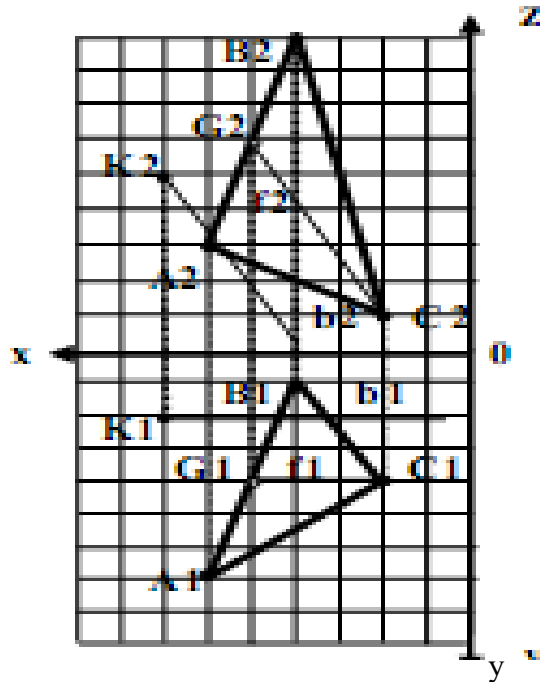

Рисунок 3.1 – Пряма, рівнобіжна площині  $ABC$  і фронтальній площині проєкцій
2.1 Через точку  $K(7,2,5)$  проведемо пряму, рівнобіжну площині  $ABC$  і фронтальній площині проєкцій (рис.3.1). Для вирішення задачі, у фронтальній площині проєкцій проводимо фронталь  $f$ , що належить  $ABC$ , для чого: